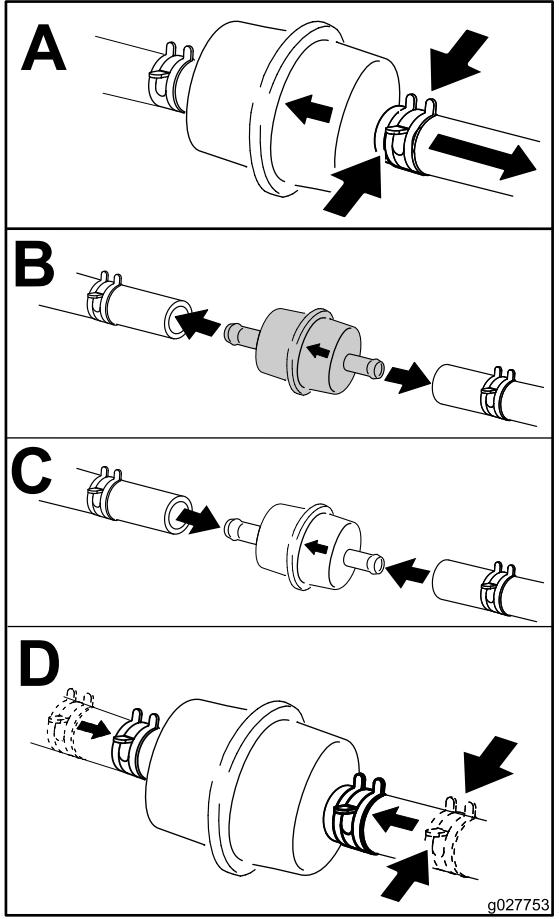

Figure 40
- Remplacez le filtre en ligne (Figure 40).